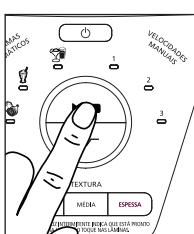

Fig. 22
4. Depois de escolher o programa automático e a seleção de textura desejada, pressione o botão para iniciar/parar (Fig. 22).
5. Para alterar sua escolha, pressione o botão para iniciar/parar para cancelar o programa (Fig. 22). Escolha o programa automático e a seleção de textura desejados. Pressione o botão iniciar/parar para iniciar o programa (Fig. 22).